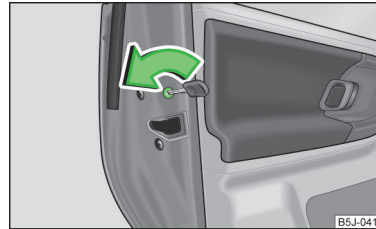

Abb. 10
- Den Schlitz der Sicherung in Pfeilrichtung drehen » Abb. 10 (bei der rechten Tür spiegelverkehrt).
- Den Schlitz der Sicherung entgegen der Pfeilrichtung drehen » Abb. 10 (bei der rechten Tür spiegelverkehrt).